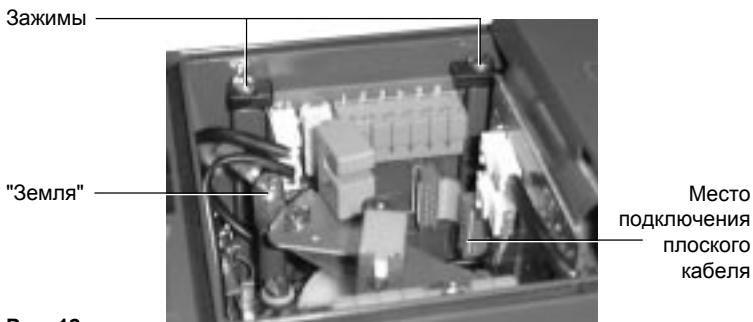

Рис. 12
4.3.11 Теперь провод "Земли" должен быть закреплен на адаптере (11) винтом M4 x 8 (см. Рис. 12). Затяните винты пластиковых зажимов.
4.3.12 Вставьте разъем плоского кабеля в ответную часть. Это должно быть сделано легким нажатием пальца. Не применяйте силу. (см Рис. 12).